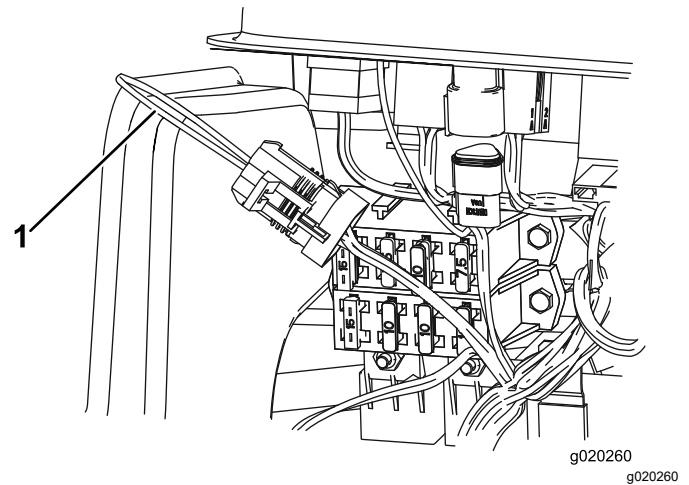

Bild 37
3. Ermitteln Sie den Kabelbaum und den Rückführungsstecker (Bild 37).